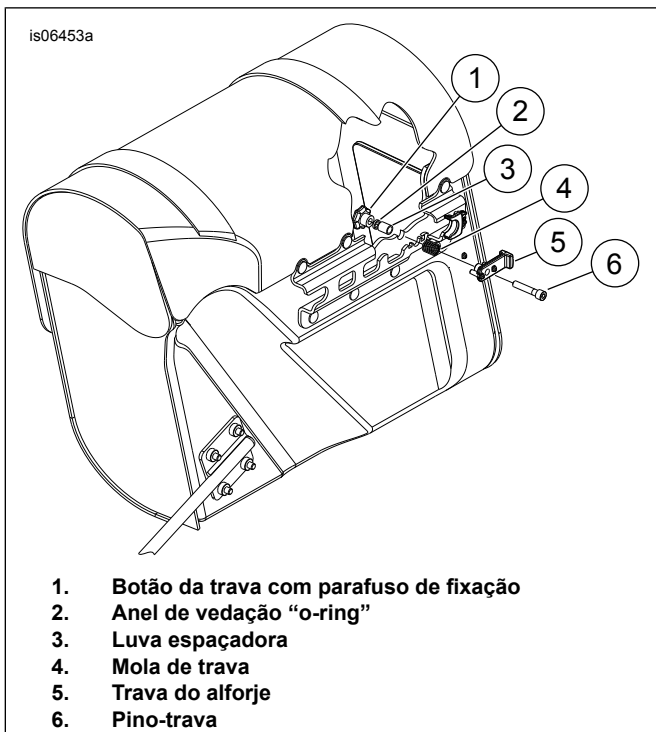

Figura 5. Conjunto da trava do alforje
1. Veja Figura 5. Destrave, retire o prendedor da tampa do alforje e abra o alforje.
2. Puxe o botão (1) localizado no canto superior traseiro dentro do alforje. Gire o botão em direção à traseira do alforje (sentido horário para o alforje do lado esquerdo, sentido anti-horário para o alforje do lado direito).